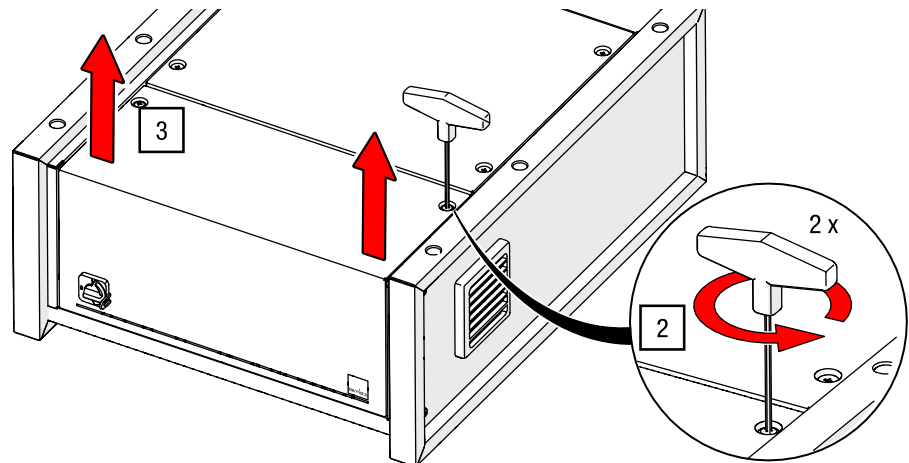

Abb. 16: Bedienfeld lösen und anheben (Steuerungsmodell kann abweichen)
Steuerung G-FRAME	- Das Bedienfeld ist an Frontseite der liegenden Steuerung montiert (siehe Abb. 16). - Die Steuerung ist vom Netz getrennt.
2. Lösen Sie das Bedienfeld mit dem ISK SW 3 an beiden Seiten (siehe Abb. 16).
3. Heben Sie das Bedienfeld von dem Steuerungskasten an (siehe Abb. 16).